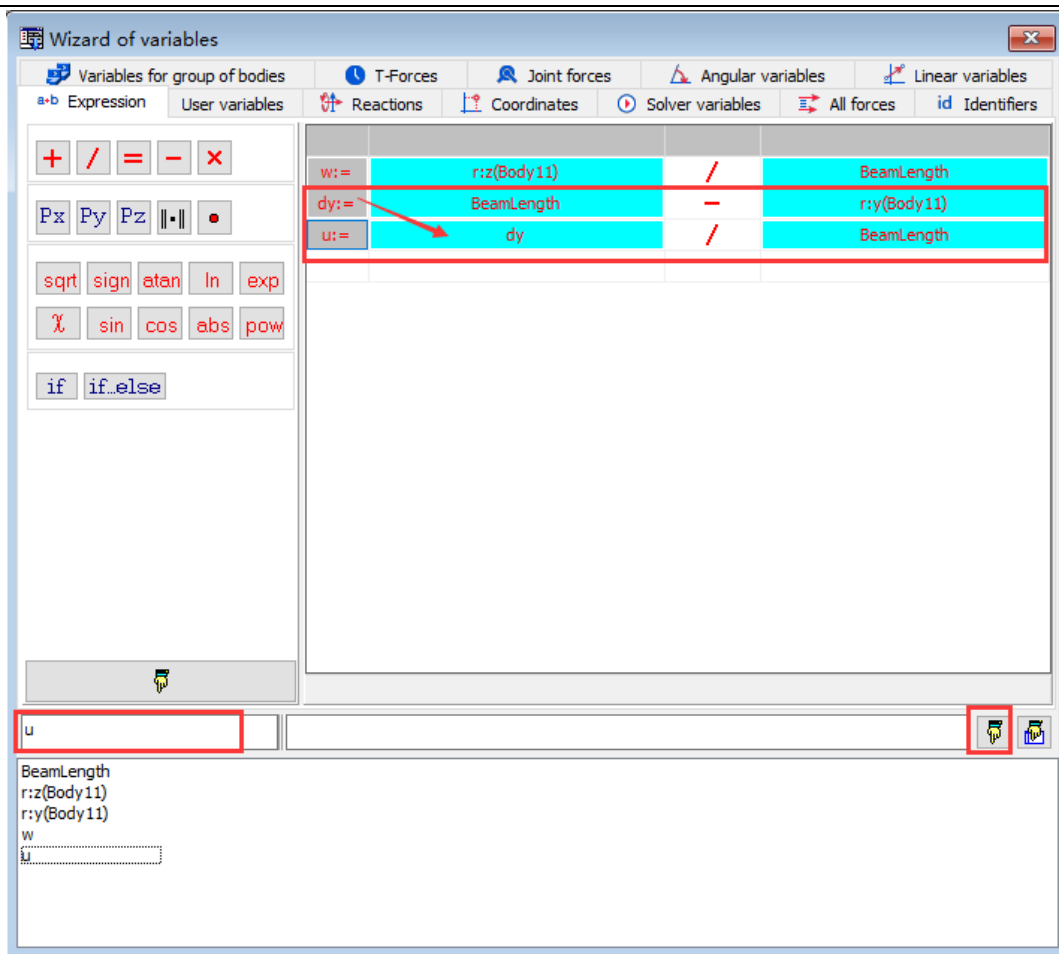

图 3.20 创建  $u/L$  变量
- 别将变量  $r:y(\text{Body11})$  和  $\text{BeamLength}$  拖入如图 3.20 所示的位置;